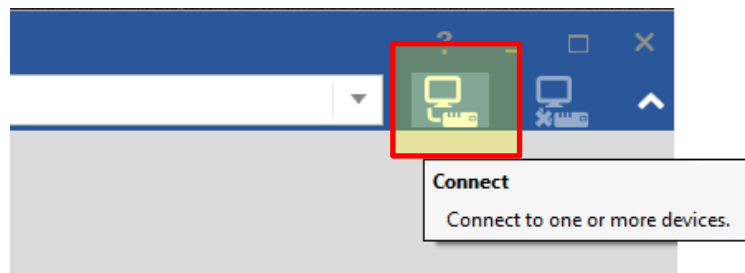

Figure 17 - Pulsante di connessione ToolKit
- 5) Per collegare il dispositivo, fai clic sul pulsante nell'angolo in alto a destra come mostrato in Figure 17.
- 8) Per collegare il dispositivo, fai prima clic sul pulsante nell'angolo in alto a destra come mostrato in Figure 17.